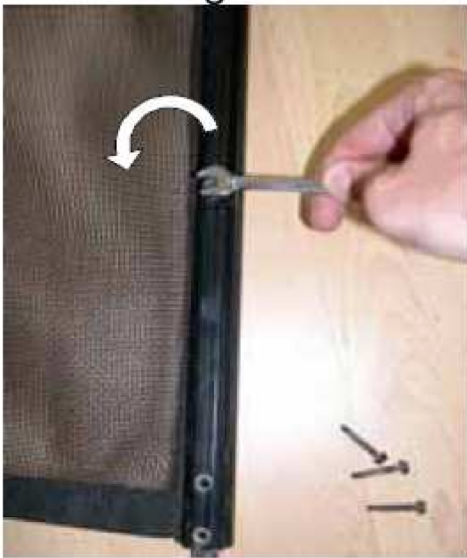

Bild 11. Lossning av de 10 skruvarna på fästlisten till nätet och friläggning av nätet
1. Lossa de 10 skruvarna på fästlisten till nätet med lämpligt verktyg och ta bort listen för att frilägga nätet (bild 11).